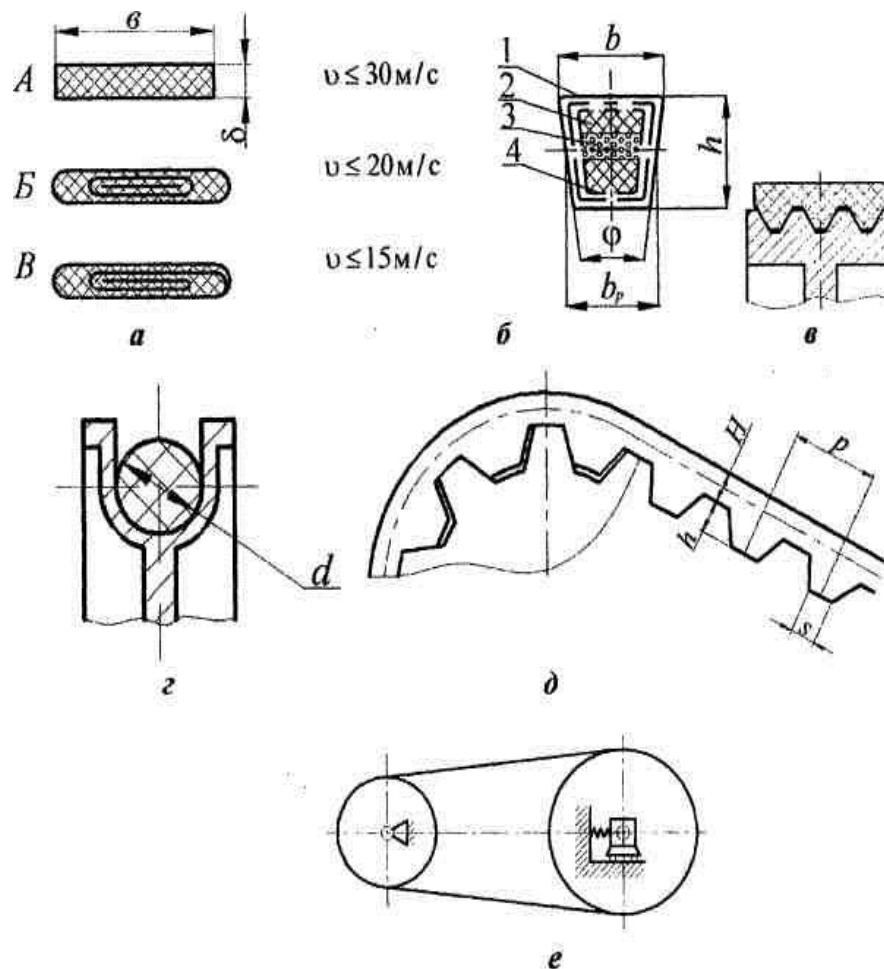

Рис. 4.2
За формою перерізу паса: плосkopасові (рис. 4.2, а), клино-пасові (рис. 4.2, б), зубчасті (рис. 4.2, д).
**Плоскі паси** виготовляють із шкіри, бавовняної, шерстяної або синтетичної тканини; плівкові; гумотканинні. Останні найбільш поширені і бувають трьох типів: А - нарізними, Б - шарово загорнутими, В -- спіральнo загорнутими (рис. 4.2, а).
**Клинові паси.** На рис. 4.2, б показано переріз клинового пасу: 1 - гумотканинна обкладинка; 2 - шар розтягу; 3 - армований шар; 4 - шар стискання;  $\phi$  - кут профілю ( $32^\circ, 34^\circ, 36^\circ, 40^\circ$ ).
*Поліклинові паси* (рис. 4.2, в) з поздовжніми клиновими виступами мають перевагу перед клиновими: однорідність натягу, більше передаточне число  $u \leq 10$  та швидкість  $v \leq 40$  м/с.
*Круглі паси* (рис. 4.2, г) виготовляють з гуми, шкіри, капрону, сталюї спіралі тощо. Область застосування: прилади, кіноапаратура.